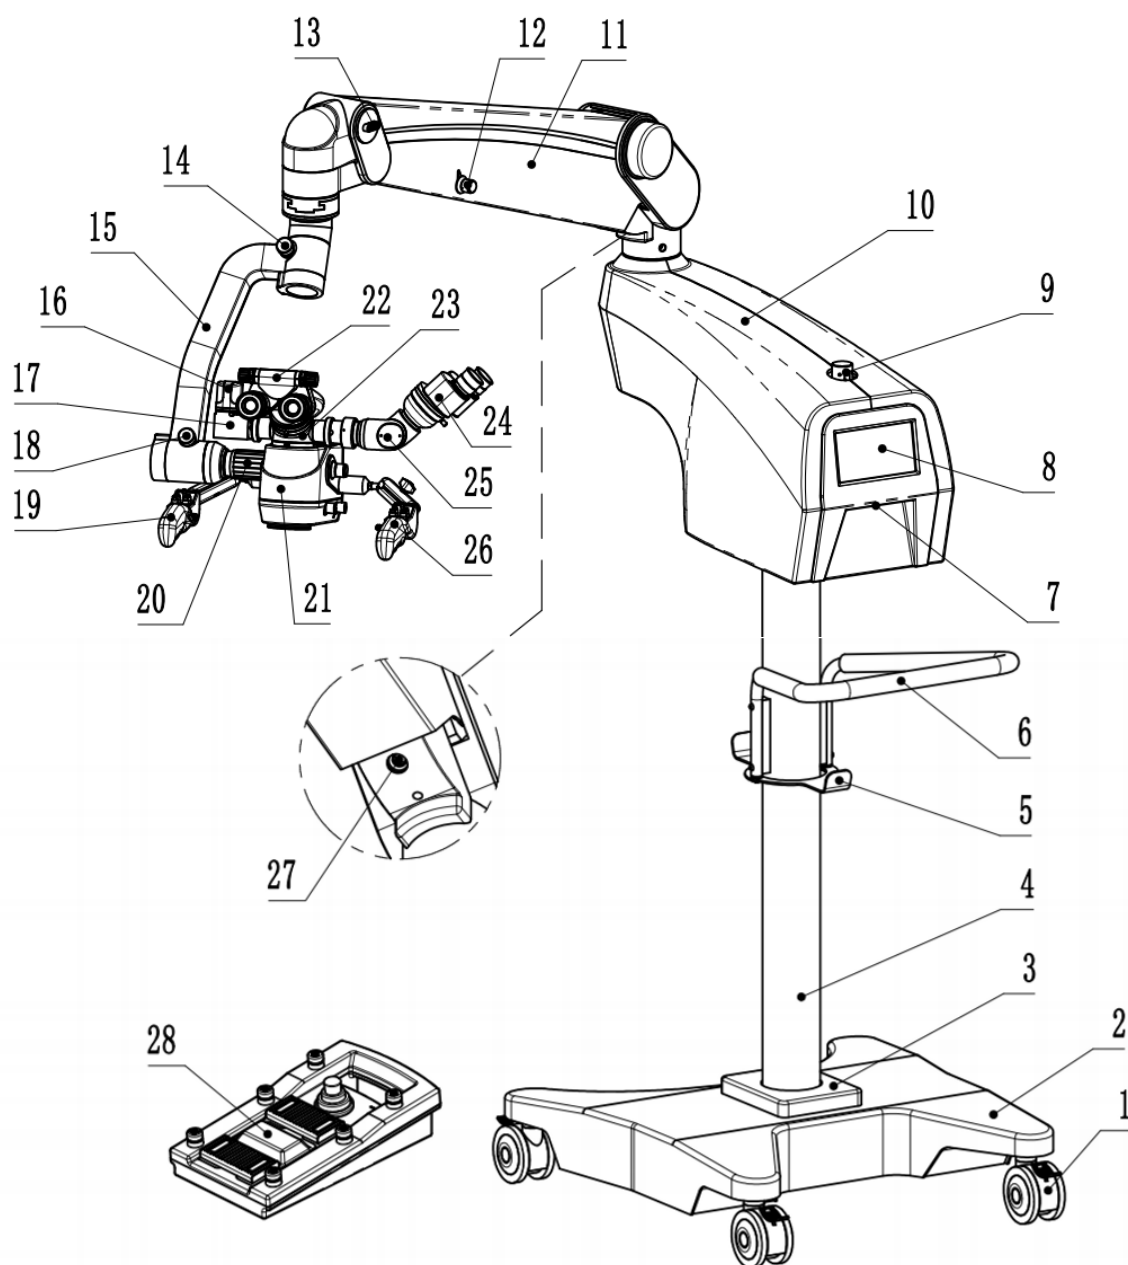

Рис. 2
См. рис. 2. Основание обладает высокой устойчивостью. Устройство не переворачивается даже при выдвижении рабочего рычага на максимальную длину. Основание оснащено универсальной системой роликов, которая позволяет удобно перемещать микроскоп по поверхности пола. После определения местоположения устройства необходимо заблокировать переключатель ролика (6) и зафиксировать устройство на полу во избежание его перемещения во время работы. Перед перемещением устройства необходимо высвободить переключатель ролика (6).